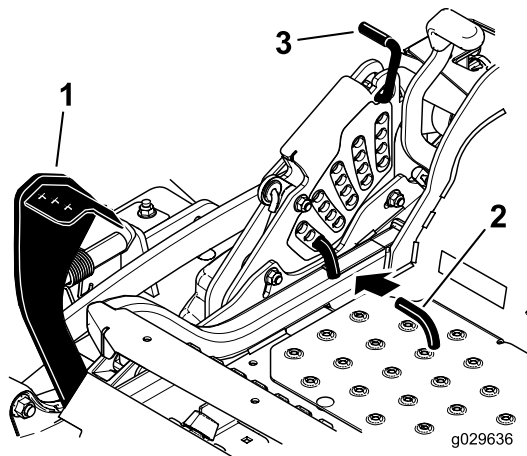

Figure 27
2. Appuyez sur la pédale de relevage du tablier avec le pied et relevez le tablier en position de transport (qui est aussi la position de hauteur de coupe de 140 mm [5½ po]); voir Figure 27.
3. Pour changer de hauteur de coupe, retirez la goupille fendue et l'axe de chape du support de hauteur de coupe (Figure 27).